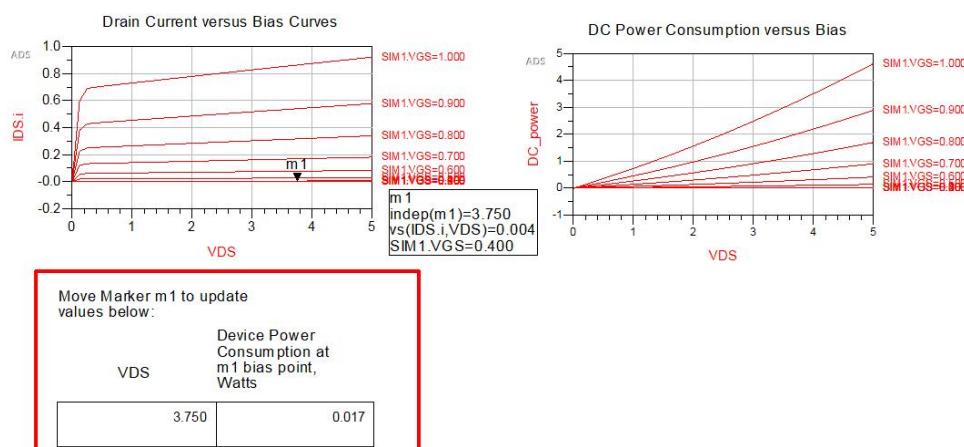

图 5.9
(8) 点击仿真图标开始仿真，结果如图5.9所示。
从图5.9里面可以看到，在2GHz的时候，当 $V(ds)=3V$ 且 $I(ds)=60mA$ 时， $F(min)$ 仅仅比 $I(ds)=20mA$ 时高了0.1dB,但是OIP3却高出了很多。综合考虑，ATF54143直流工作点就设为 $V=3V, I=60mA$ 。